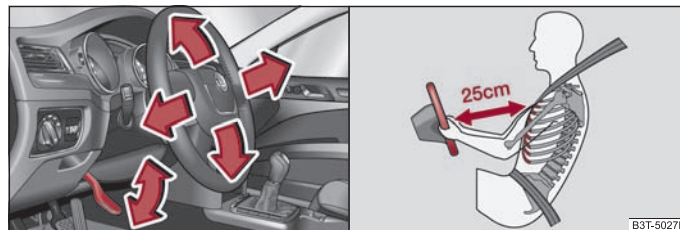

Fig. 3 Volante regulable: Palanca en la columna de la dirección / la distancia correcta del conductor desde el volante.
- Gire la palanca situada debajo del volante hacia abajo ⇒ fig. 3 - lado izquierdo.
- Ajuste el volante de tal modo, que la distancia entre el volante y el esternón sea, como mínimo, de 25 cm ⇒ fig. 3 - lado derecho. Si no respeta la distancia mínima, el sistema de airbag no podrá protegerle - ¡Peligro de muerte!